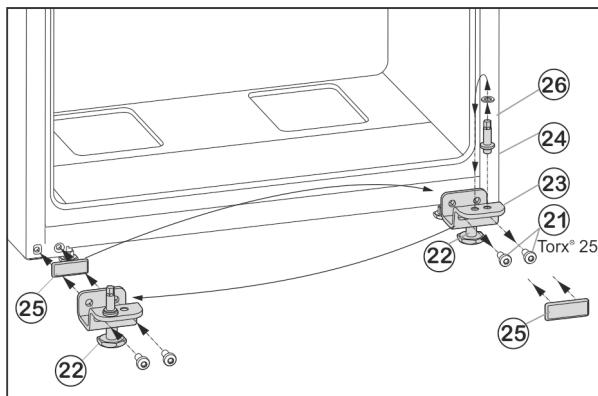

Fig. 9
- ▶ Открутите крепежные винты Fig. 9 (21).
- ▶ Снимите нижний опорный кронштейн Fig. 9 (23) вместе с опорным пальцем Fig. 9 (24), шайбой Fig. 9 (26) и регулируемой опорой Fig. 9 (22).
- ▶ Открутите опорный палец Fig. 9 (24) вместе с шайбой Fig. 9 (26) и, переставив в отверстие на противоположной стороне опорного кронштейна, снова прикрутите.
- ▶ Аккуратно снимите защитную пластину Fig. 9 (25) и переставьте ее на противоположную сторону.
- ▶ Прикрутите нижний опорный кронштейн Fig. 9 (23) вместе с опорным пальцем Fig. 9 (24), шайбой Fig. 9 (26) и регулируемой опорой Fig. 9 (22) с новой стороны шарнира **(с моментом 4 Нм)**, при необходимости используйте аккумуляторный шуруповерт.
- ▶ Установите дверь сверху на опорный палец Fig. 9 (24).
- ▶ Выверните регулируемую опору Fig. 9 (22) на нижнем опорном кронштейне Fig. 9 (23) до ее соприкосновения с полом.